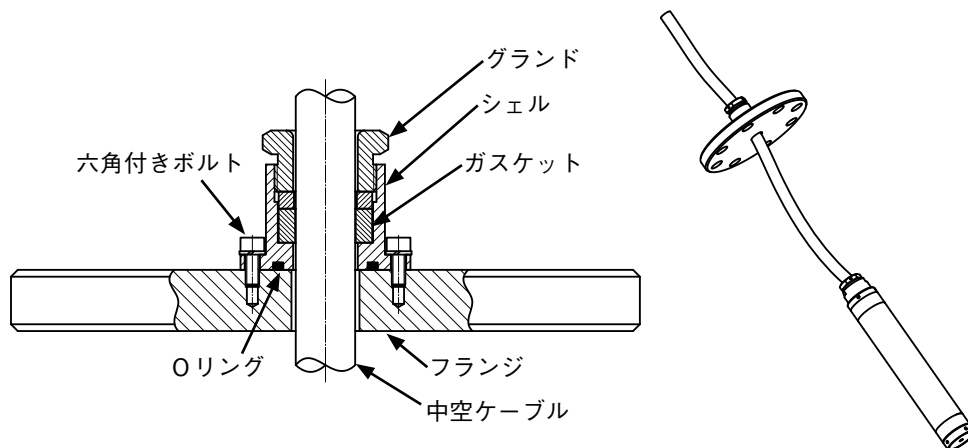

図3-1. ケーブル保持フランジ
- ケーブル保持フランジを使用する場合は、グラウンドを締め付け、ガスケットをつぶし、中空ケーブルを固定してください。(☞図3-1)